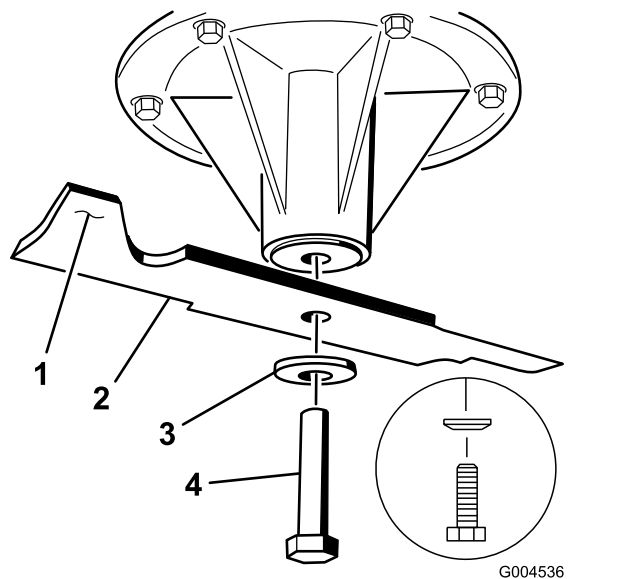

Figure 96
1. Placez la lame sur l'axe (Figure 96).
2. Mettez en place la rondelle élastique et le boulon de la lame (Figure 96).
**Remarque:** Le cône de la rondelle élastique doit être dirigé vers la tête du boulon (Figure 96).